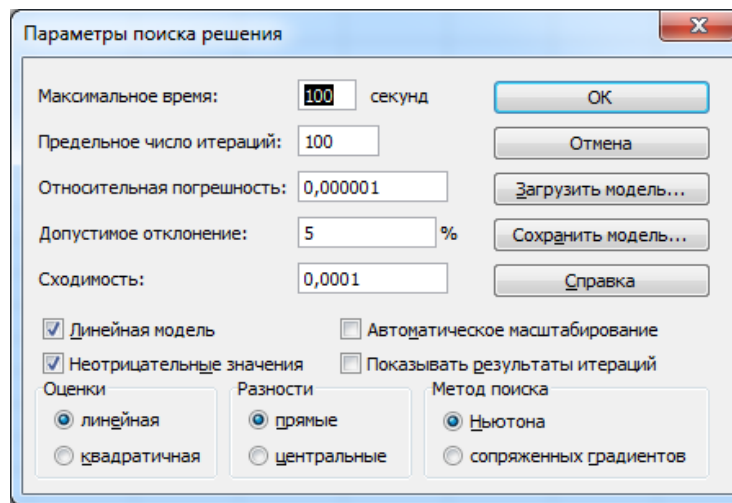

Рис. 7
- 10) в диалоговом окне *параметры поиска решения* необходимо установить галочки напротив опций *Линейная модель* и *Неотрицательные значения* (рис. 7);